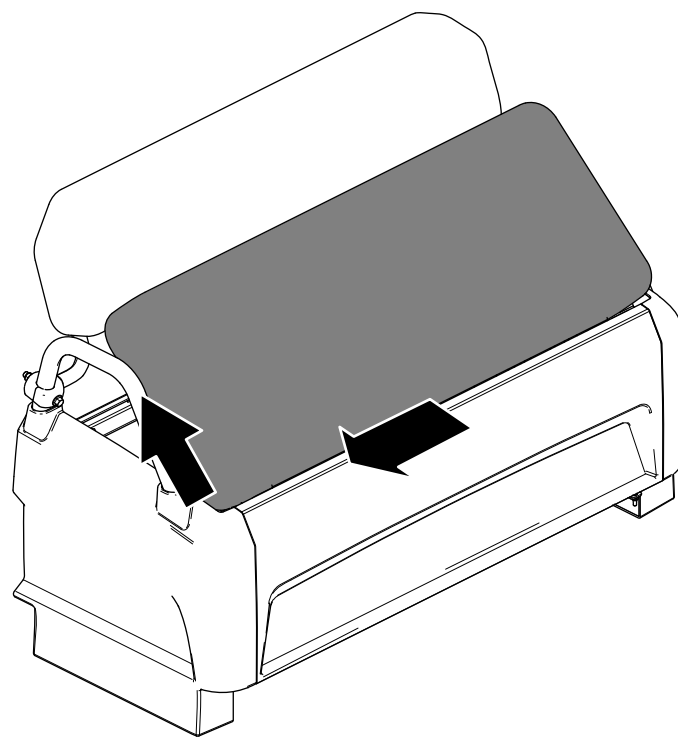

Figure 35
2. Faites glisser le coussin sur le côté pour le dégager des goupilles, puis soulevez-le (Figure 35).